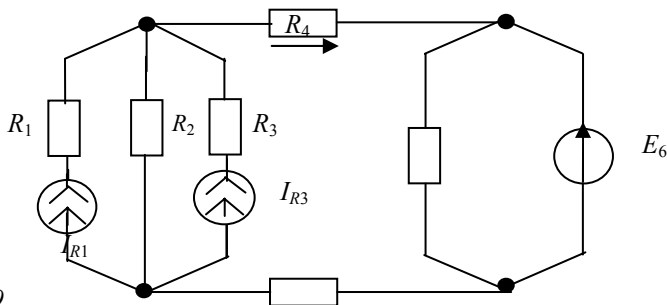

Рис. 3.9
3.1.9. Методом узловых потенциалов определить токи в ветвях цепи (рис. 3.9), где  $I_{R1} = I_{R3} = I$  А,  $E_6 = 1$  В,  $R_1 = R_2 = R_3 = R_5 = 1$  Ом,  $R_4 = R_7 = 0,5$  Ом.